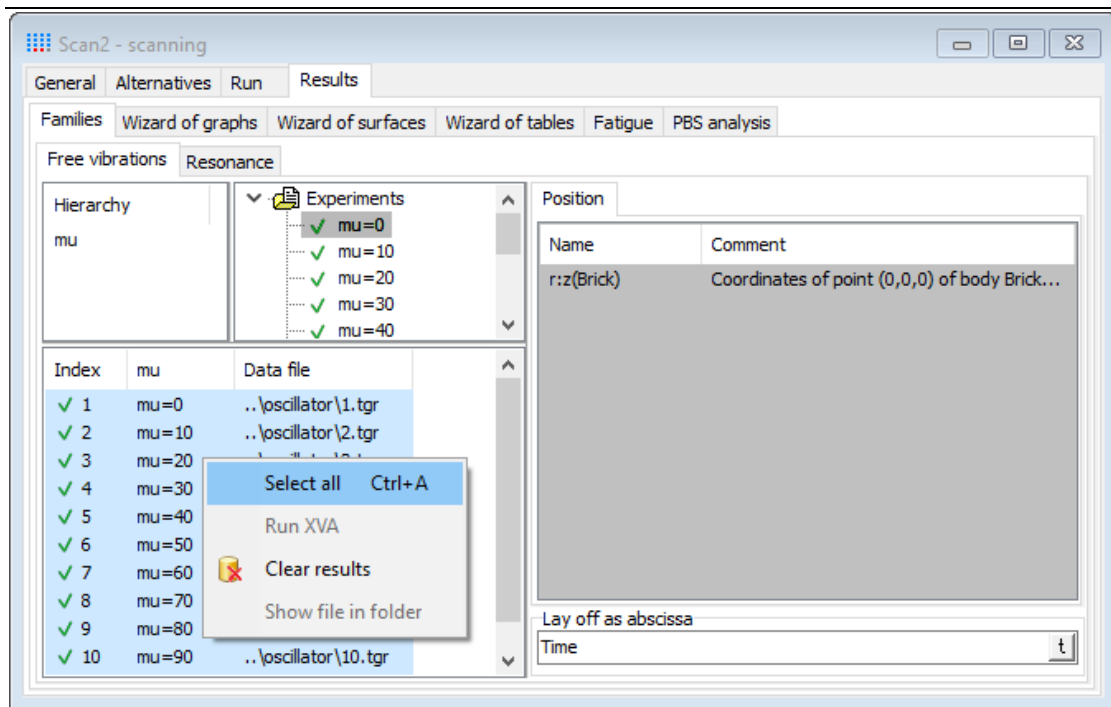

图 2.15 全选工况
3. 在 **Scanning** 项目界面左侧选中 **Free vibrations** 家庭组的所有工况（右键菜单 **Select all** 或用 **Shift**、**Ctrl** 键），如图 2.15 所示。